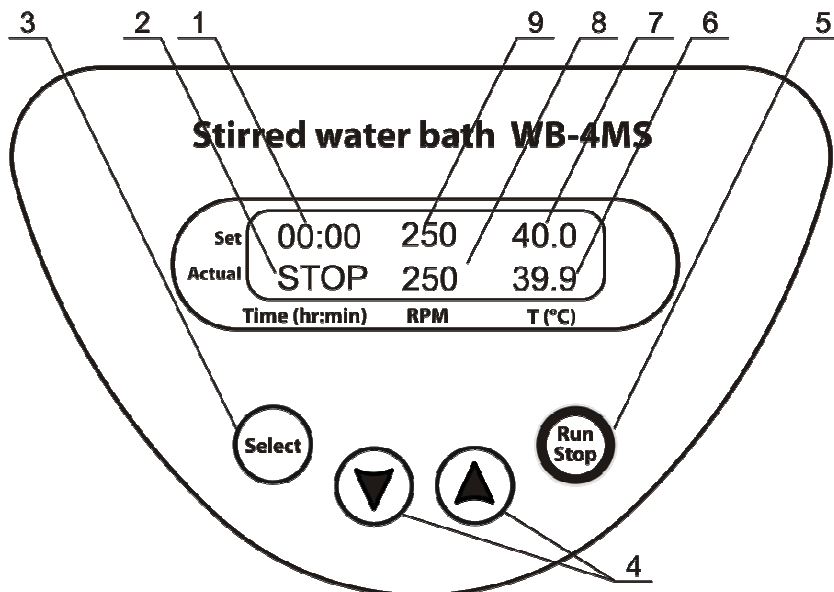

Abb. 1 Steuerung
- Zuvor eingestellte Zeit (Abb. 1/1), eingestellte Geschwindigkeit des Magnetrührelements (Abb. 1/9) und eingestellte Wassertemperatur (Abb. 1/7) in der oberen Zeile (Einstellen).
- Zeitanzeige (STOP Abb. 1/2), aktuelle Geschwindigkeit des Magnetrührelements (Abb. 1/8) und aktuelle Wassertemperatur (Abb. 1/6) in der unteren Zeile (Einstellen);
- 4.4. Einstellungen. Drücken Sie die Taste **Select** (Auswahl) (Abb. 1/3), um die zu ändernden Parameter auszuwählen. Mit jedem Drücken auf die Taste **Select** (Auswahl) aktivieren Sie nacheinander die Parameter. Der aktive Parameter blinkt.
Benutzen Sie die Tasten ▲ und ▼ (Abb. 1/4), um den gewünschten Wert einzustellen. Wenn Sie die Taste länger als 2 Sek gedrückt halten, wird die Schrittweite erhöht.
- 4.5. Temperatureinstellung. Aktivieren Sie den Temperaturparameter T(°C) (Abb. 1/7) durch Drücken der Taste **Select** (Auswahl).
Benutzen Sie die Tasten ▲ und ▼ (Abb. 1/4), um die gewünschte Temperatur einzustellen. Wenn Sie die Taste länger als 2 Sek gedrückt halten, wird die Schrittweite erhöht.
Das Aufheizen beginnt. Der aktuelle Temperaturwert wird in der unteren Zeile des Displays angezeigt (Abb. 1/6).
- 4.6. Einstellung der Rotationsgeschwindigkeit des Magnetrührelements. Drücken Sie mehrmals auf die Taste **Select** (Auswahl), bis der RPM-Parameter (Abb. 1/9) aktiviert ist.
Benutzen Sie die Tasten ▲ und ▼ (Abb. 1/4), um die gewünschte Rotationsgeschwindigkeit des Magnetrührelements einzustellen (von 250 bis 1000 rpm). Wenn Sie die Taste länger als 2 Sek gedrückt halten, wird die Schrittweite erhöht. Der aktuelle Geschwindigkeitswert wird in der unteren Zeile des Displays angezeigt (Abb. 1/8).
- 4.7. Zeiteinstellung Drücken Sie die Taste **Select** (Auswahl), um den Zeitparameter (h:min) (Abb. 1/1) zu aktivieren.
Benutzen Sie die Tasten ▲ und ▼ (Abb. 1/4), um das gewünschte Zeitintervall einzustellen. Wenn Sie die Taste länger als 2 Sek gedrückt halten, wird die Schrittweite erhöht.
- 4.8. Drücken Sie die Taste **Run/Stop** (Laufen/Stopp), (Abb. 1/5), um den Timer zu starten. Das verstrichene Zeitintervall wird in der unteren Zeile des Displays angezeigt (Abb. 1/2).
Achtung! Das Stoppen des Timers stoppt nicht den Aufheiz- bzw. Temperaturaufrechterhaltungsvorgang. Das Aufheizen wird gestoppt, wenn Sie mithilfe der Taste ▼ T, °C (Abb. 1/4) die Temperatur unter 25°C reduzieren (AUS-Anzeige erscheint auf dem Display).